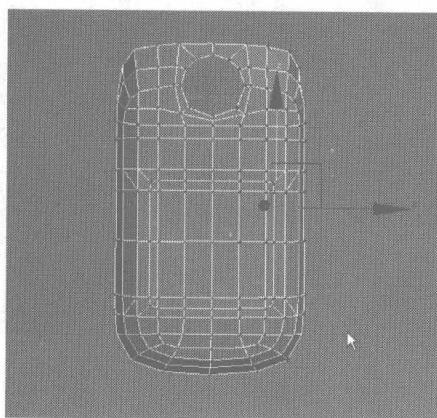
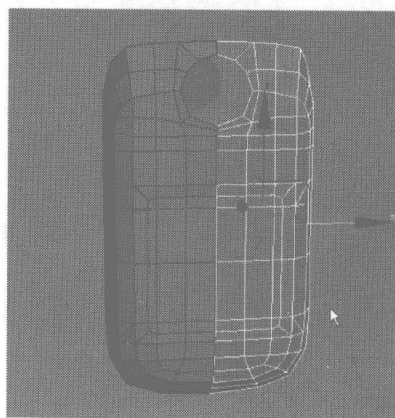

图 4.59
图 4.60
- 16** 继续调整摄像头周围的节点，然后再框选如图 4.59 所示的节点，将其删除，取消所有的编辑模式，在工具栏中单击  按钮，在弹出的对话框中依照默认值进行设置镜像参数，然后在 Front 视图图中将镜像的面片物体移动到如图 4.60 所示的位置。